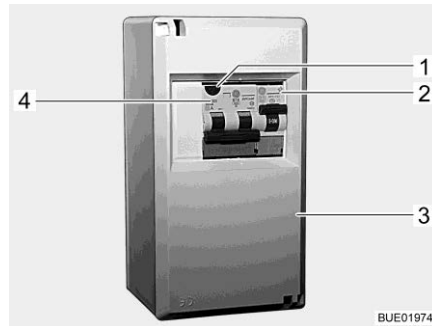
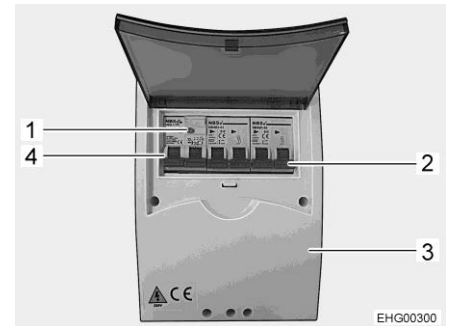

Bild 196 230 V-säkringslåda
Bild 197 230 V-säkringslåda (variant)
En kombinerad jordfelsbrytare/ledningsskyddsbrytare (Bild 196,4 eller Bild 197,4) i säkringslådan (Bild 196,3 eller Bild 197,3) skyddar hela fordonet mot läckström (0,03 A).
På fordon med extrautrustning (t. ex. klimatanläggning) skyddas apparaten av en extra ledningsskyddsbrytare (10 A) (Bild 196,2 eller Bild 197,2).
- När fordonet är anslutet till 230-V-försörjningen, tryck på kontrollknappen (Bild 196,1 eller Bild 197,1). Jordfelsbrytaren måste utlösas.